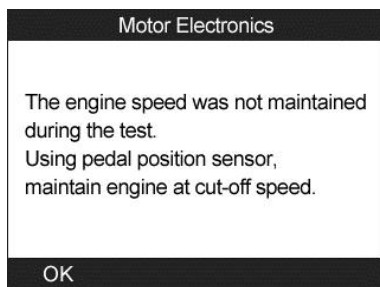

Figura 13.45
- Si el motor no está funcionando a la velocidad de desconexión, el instrumento mostrará un mensaje de advertencia. (Figura 13.45) Seleccione **OK** para repetir la prueba.